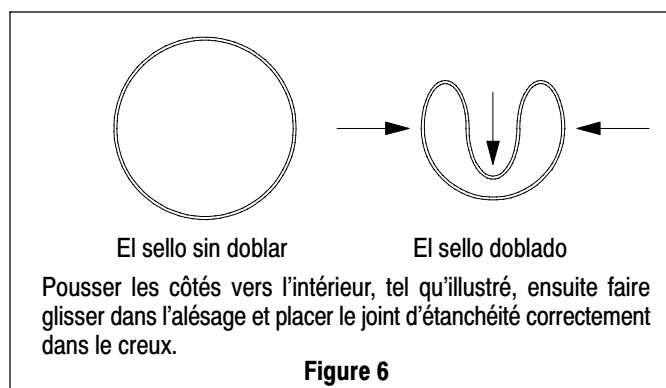
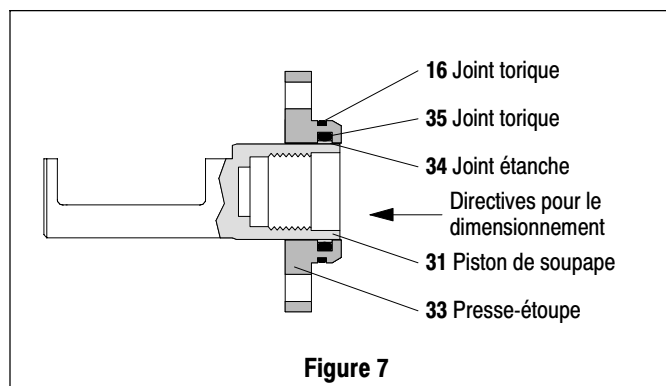

Figure 6
Figure 7
8. Au moyen d'un tournevis, décrocher les tiges du ressort de clavette (13) du dessous du guide de clapet (12).
9. Retirer le guide de clapet (12) et le ressort de clavette (13) de la culasse (19) en tirant vers le haut. Si le guide de clapet (12) est coincé, frapper doucement sur le rebord supérieur à l'aide d'un marteau en caoutchouc. Ne pas utiliser un marteau en métal.
10. Retirer les deux pièces rapportées (11 et 14) et le ressort (13) du guide de clapet (12).
11. Retirer le joint d'étanchéité (15) de la culasse (19).
12. Retirer deux vis (6) et deux rondelles de blocage (7) du presse-étoupe (33) de la culasse (19).
13. En utilisant les doigts, tirer le piston (31) vers le haut jusqu'à ce que le presse-étoupe (33) sorte de sa boîte.
14. Retirer le presse-étoupe (33) en le faisant glisser par-dessus le piston (31).
15. Retirer le joint étanche (34) et le joint torique (35) du presse-étoupe (33) (consulter la figure 7).
11. Installer les joints toriques (16 et 41) sur le presse-étoupe (39).
12. Graisser l'alésage (19) de la culasse et insérer le presse-étoupe (39) dans l'alésage de la culasse (19) en tournant le presse-étoupe.
13. Aligner les trous du presse-étoupe (39) et de la culasse (19) et fixer au moyen de quatre vis (22).
14. Installer le joint torique (21) sur la culasse (19).
15. En poussant, faire passer la tige de rallonge (36) par le joint torique (41) du socle de la culasse (19).
16. Enfoncer la culasse (19) vers le bas de manière à l'appuyer contre le cylindre (28) et le tube (29).
17. Insérer les quatre boulons (42) par les trous de la bride de la culasse (19) et du socle (30).
18. Visser quatre écrous (47) sur les boulons (42). Tour à tour, serrer les quatre écrous (47) également.
19. Installer la coupelle en U (20) dans l'adaptateur (38) en orientant les lèvres vers la bride épaisse de l'adaptateur (38).
20. Installer les joints toriques (35 et 16) dans le presse-étoupe (33).
21. Déformer le joint d'étanchéité (34) pour lui donner la forme d'un cœur (consulter la figure 6) et l'installer dans le presse-étoupe (33) à côté du joint torique (35) (consulter la figure 7).
22. Pousser doucement le piston du clapet (31) dans le presse-étoupe (33) de manière à former correctement le joint d'étanchéité (34) (consulter la figure 7 ci-dessous). Lorsque le joint est bien formé, retirer le piston (31) du presse-étoupe (33).